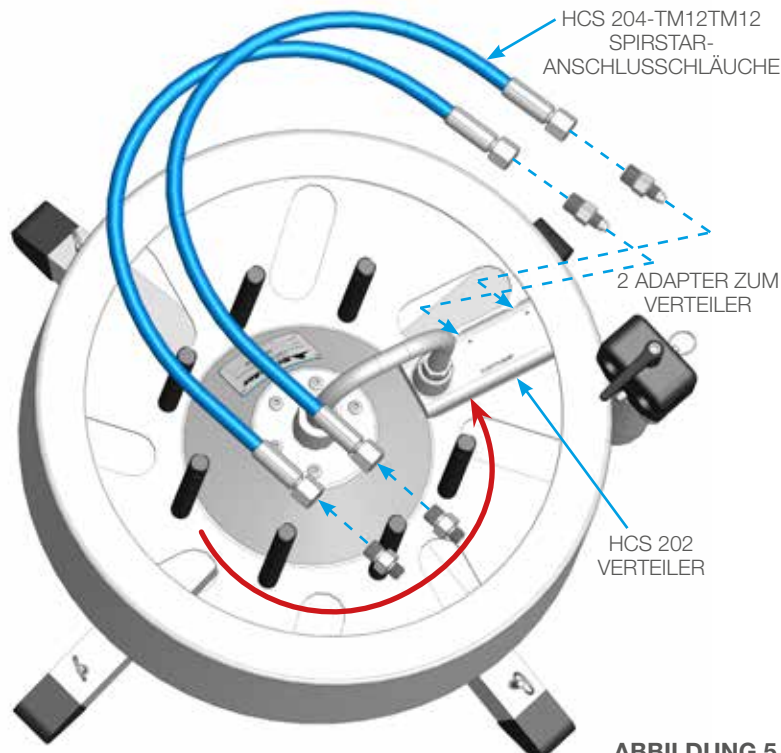
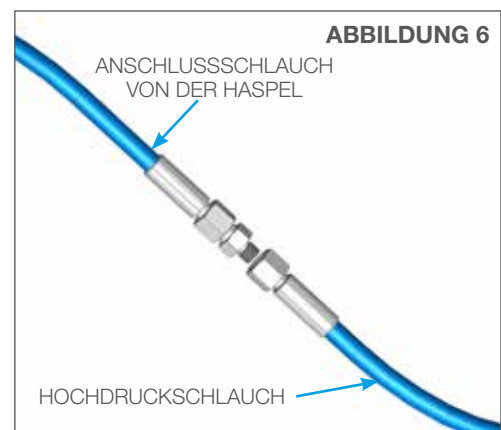

ABBILDUNG 5
ABBILDUNG 6
1. Schrauben Sie ein Paar Schlauchadapter in den HCS 202-Verteiler und das andere Paar in die Buchsen an den Anschlusschläuchen. Schrauben Sie die Anschlüsse der Anschlusschläuche mit Innengewinde in die am Verteiler montierten Adapter. (**Abbildung 5**).
2. Schrauben Sie die Hochdruckschläuche auf die Anschlüsse der Anschlusschläuche. (**Abbildung 6**) und wickeln Sie die restlichen Schläuche in Richtung des roten Pfeils um die Stäbe. (**Abbildung 5**).